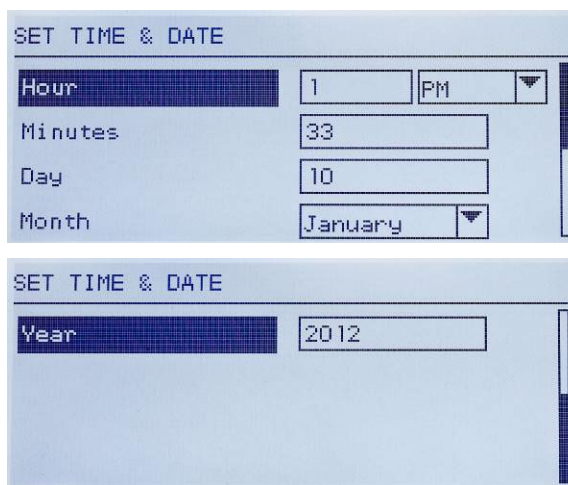
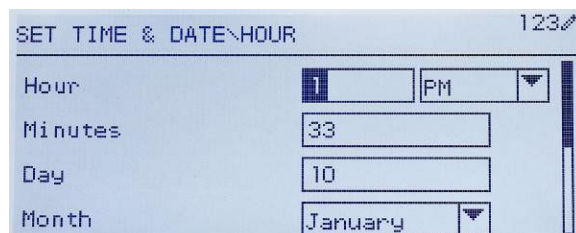

Figure 2-4: Définition de l'heure et de la date
Figure 2-5 : Configuration de l'heure et de la date, champ heure en surbrillance
- Lorsque la surbrillance se trouve dans la colonne gauche, comme sur les Figure 2-3 et Figure 2-4, si vous appuyez sur la touche fléchée GAUCHE, vous quitterez le menu CONFIGURATION et afficherez le menu de l'OPÉRATEUR.
Sur la Figure 2-4, une étiquette de champ (Heure) est en surbrillance. Sur la Figure 2-5, le champ d'entrée numérique de l'heure est sélectionné. Utilisez les touches du clavier numérique pour modifier la valeur. Lorsque le nombre correct est affiché, appuyez sur ENTRÉE pour confirmer la sélection et passer à l'étiquette de champ suivante (Minutes).